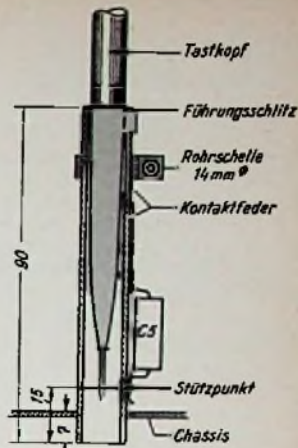

Bild 28. Halterung Teil N für den Tastkopf
Schließlich ist noch die Halterung N für den Tastkopf nach Bild 28 anzufertigen. Sie besteht aus einem Hartpapierrohr mit etwa 11 mm Innendurchmesser, so daß der Tastkopf leicht hineinpaßt. Das Rohr wird mit einer Schelle an der einen Seitenwand des Zwischenbodens befestigt und ragt etwas durch das in Bild 13 ersichtliche Loch hindurch. Dieses Rohr erhält oben einen kurzen Führungsschlitz für eine am Tastkörper befindliche Führungsnase. In der Verlängerung dieses Schlitzes ist ein weiterer Durchbruch angebracht, in den eine mit zwei Rohrnieten befestigte Kontaktfeder hineinragt. Ein Ende der Feder ist als Lötöse für den Kondensator C 5 ausgebildet. Der andere Anschluß von C 5 wird an den ebenfalls am Rohr N befindlichen Stützpunkt angelötet. Das Gehäuse erhält genau über dem Halter N ein Loch von 12 mm ϕ , so daß später der Tastkopf in den Halter eingesteckt werden kann. Ferner ist für den Anschlußstecker des zugehörigen Kabels an der Rückseite des Gehäuses ein Loch mit 25 mm ϕ auszuscheiden, so daß der Stecker in die Fassung auf dem Winkel E paßt. Für das Netzkabel wird gleichfalls eine Durchführung an der Rückseite des Gehäuses vorgesehen.
- Schalter S 1...S 2 (Bereichschalter), nach Zeichnung Bild 28, 2 Schaltarme mit je 8 Schaltstellungen (Mayr)
Nachdem die beiden Rähmchen mit der Röhre verlötet sind, wird diese Anordnung vorsichtig in die vordere Kunststoffhülse eingeschoben, so daß der Kontaktstift leicht federnd etwa 0,5 mm aus dem Querloch herausragt. Dann wird die Gewindebuchse über die Röhre geschoben und im Kunststoffteil festgeschraubt. Vom Kabelende her ist dann der Metallmantel über den hinteren Teil des Tastkopfes zu schieben und auf der Telefonbuchse mit einer Mutter festzuschrauben. Beim Einstecken des fertigen Tastkopfes in das Teil N (Bild 28) legt sich der Kontaktstift des Tastkopfes an die Kontaktfeder in der Führungshülse. Die Feder wird an dieser Stelle zweckmäßig durch eine kleine Silberniete verstärkt, da sie später schwer zugänglich ist und ein einfacher Bronzekontakt sich mit einer nichtleitenden Schicht überziehen könnte.